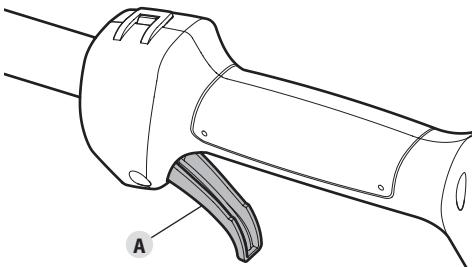

Fig. 15
- Serrez la manette des gaz et maintenez-la enfoncée (Fig. 15-A).
- Relâchez la manette des gaz (Fig. 15-A) et laissez le moteur tourner au ralenti.